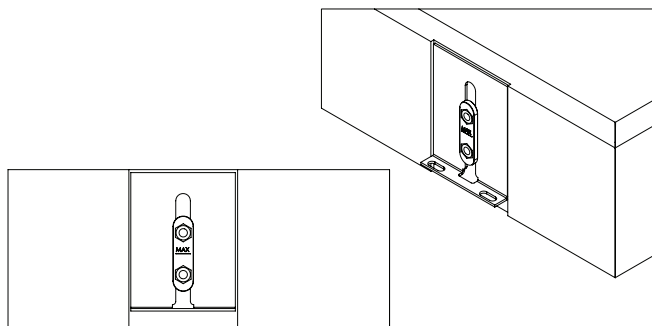

Fig. 12
5. Fastgør L-beslagene til fanerne med de 8 medfølgende maskineskruer. (Se fig. 12).